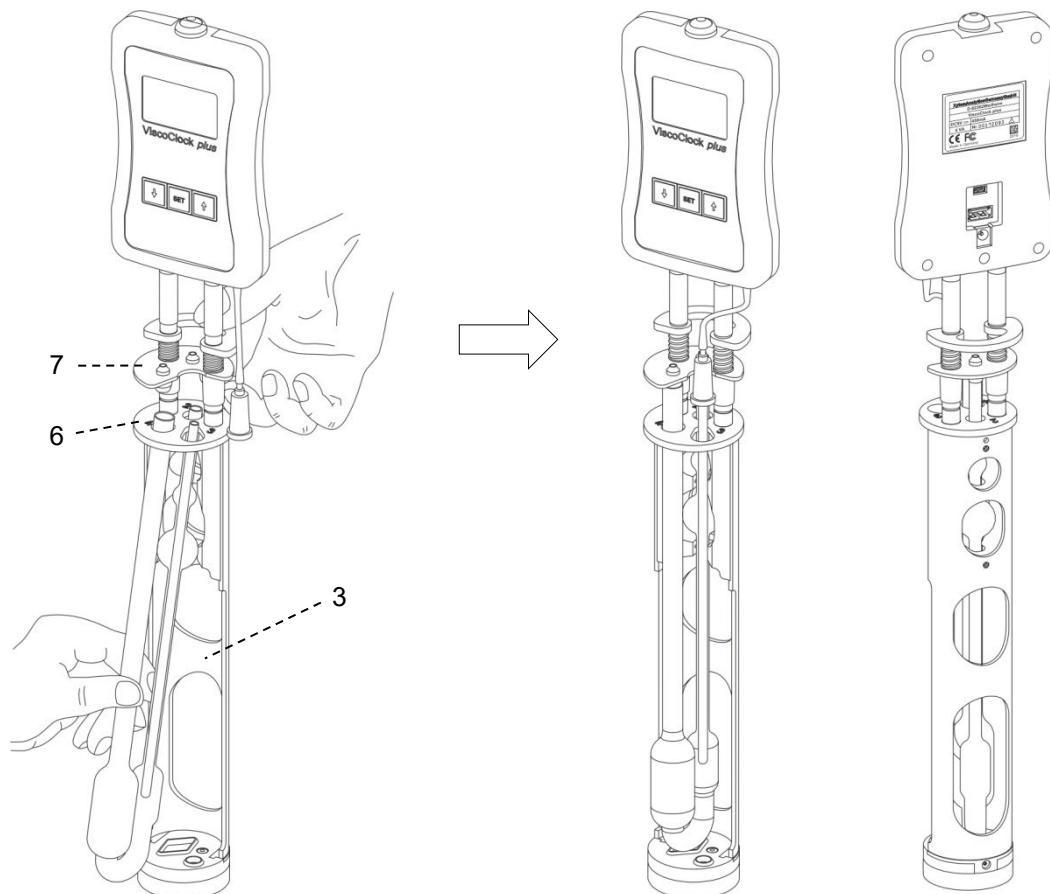

Abb. 3 Einsetzen von Viskosimeter in die ViscoClock plus
Fixierungsplatte (7) gegen Griffplatte (9) hochdrücken (siehe Abb. 3).
- Viskosimeter schräg von unten durch die Führungsplatte (6) einführen und senkrecht in das Zentrierprisma (2) einsetzen.
- Fixierungsplatte (7) ablassen.
- Richtigen Sitz der Silikonstopfen auf Befüllrohr (21) (Silikonstopfen 8D) und Kapillarrohr (22) (Silikonstopfen 8S) prüfen.
- **Silikonkappe (10) auf Belüftungsrohr senkrecht aufstecken!**